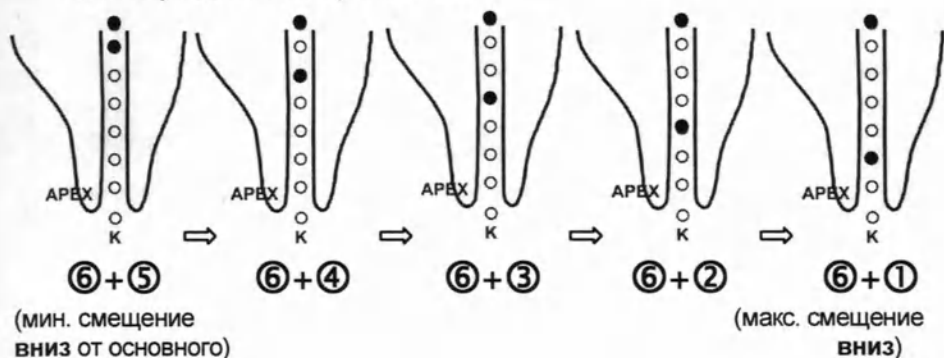

Рис.4
2) При следующем нажатии **❖** происходит переход к установке смещения **вниз** относительно основного режима (см. рис.4). При каждом нажатии **❖** поочередно загораются: